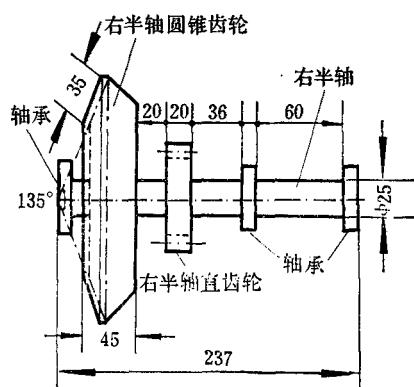

图 17 半轴圆锥齿轮及半轴
**3. 半轴圆锥齿轮、半轴直齿轮及半轴** 按图 17 所示尺寸用木料做成,共需两套。其中圆锥齿轮用直径 180 毫米的圆木板做成,有 22 个锥形直齿;直齿轮用直径 80 毫米的圆木板做成,有 12 个直齿。将两个齿轮及三个 205 轴承紧装在直径 25 毫米、长 237 毫米的半轴上。